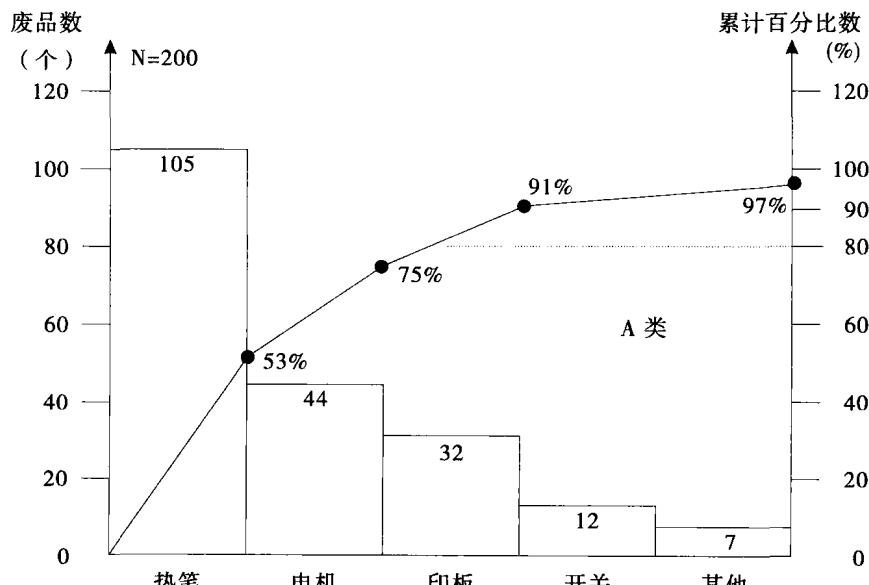

图 1-7 心电图机报废品排列图
- ① 绘制横坐标和纵坐标，并标明刻度；
- ② 画出柱状图；
- ③ 将各项目的累计百分数在柱状图右上方描点，并连接成折线；
- ④ 在图上方标明各项目出现的次数，用 N 表示总数；
- ⑤ 在折线各点旁边标明各项目的累计百分数，具体内容如图 1-7 所示。